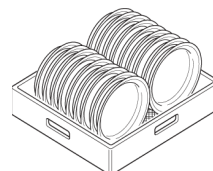

Abb. 22
- 1- Setzen Sie die Teller mit nach vorne gerichteter Vorderseite ein. (Abb. 22)